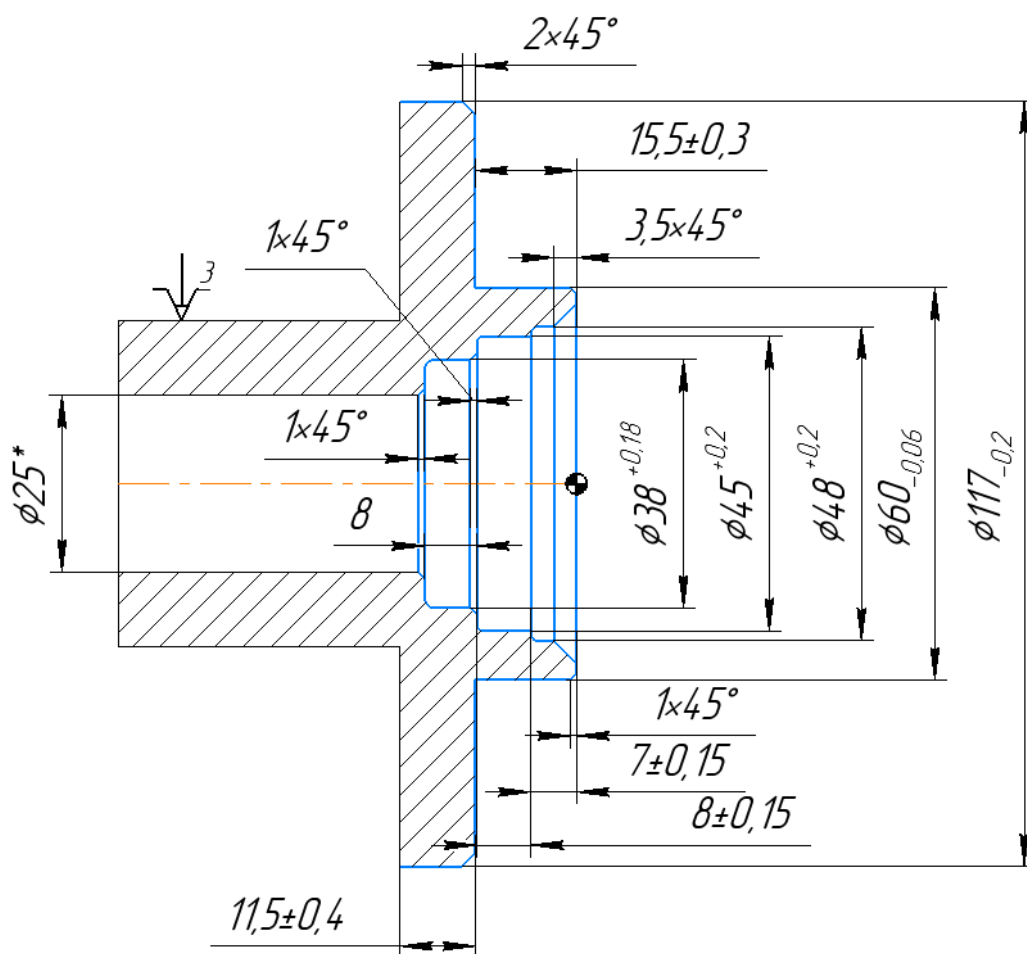

Рис. 1 – Эскиз детали
- На эскизе (рис. 1) указать расположение координатных осей.